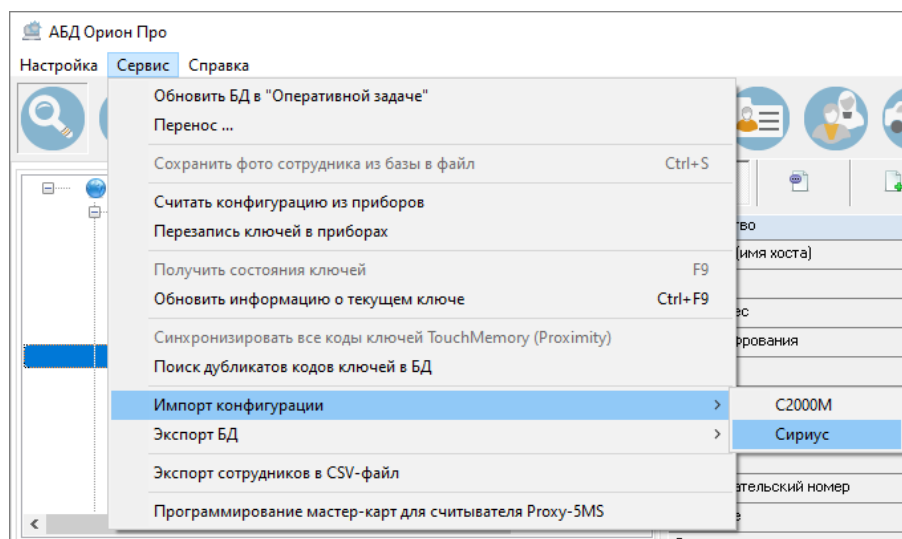

Рисунок 6-912 Инициализация импорта конфигурации ППКУП "Сириус" в БД через меню "Сервис"
- а) выделите в дереве объектов тот ППКУП «Сириус», для которого необходимо импортировать конфигурацию, и выберите в меню «Сервис» пункт «Импорт конфигурации», а затем пункт «Сириус» (см. Рисунок 6-912);